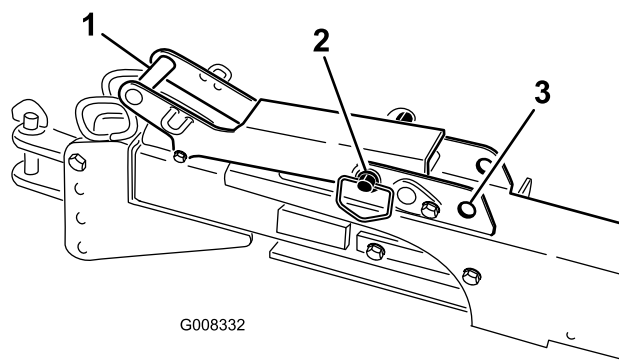

図 35
- 牽引ヒッチを使っている場合には、コアプロセッサをオフセット位置から通常の牽引位置牽引車両の真後ろに戻し、牽引ヒッチを締め、ラッチハンドルのピンをロック位置にする 図 35。